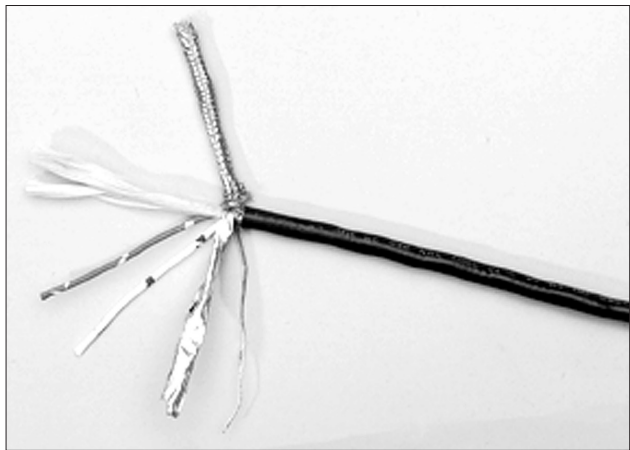

Figura 3.8: Separação de partes do cabo
- 2. Separe as partes do cabo. Desentranche as blindagens trançadas e desenrole a luva laminada até o mesmo ponto onde a camisa externa foi removida, como mostrado na Figura 3.8.